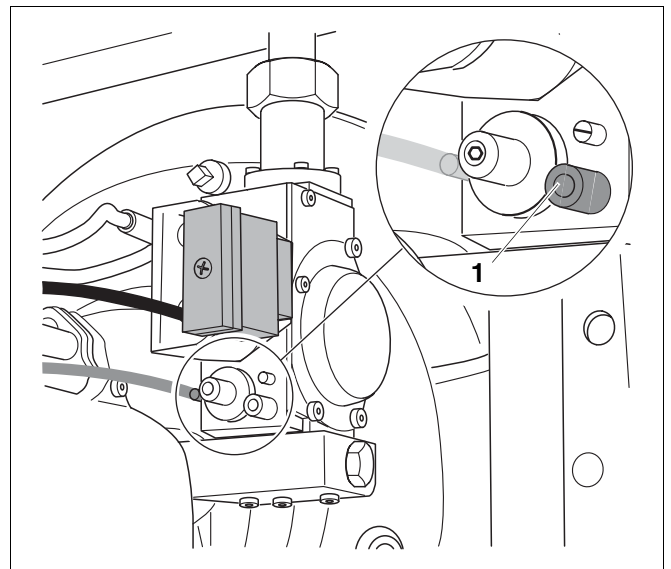

Fig. 29 Mesure de la pression aux injecteurs
- Desserrez la vis sur l'embout de mesure (fig. 29, pos. 1) d'un demi-tour à un tour complet à l'aide d'un tournevis.